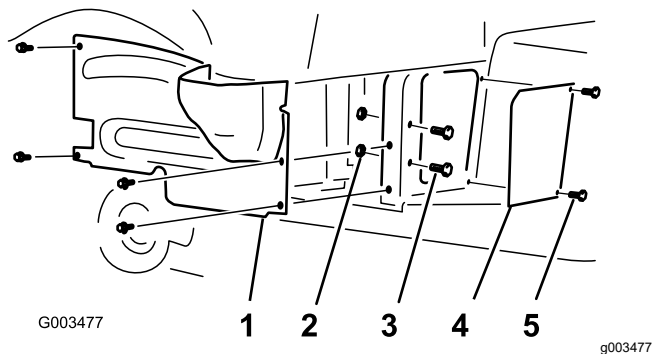

Figura 1
2. Rimuovete le 4 viti a testa flangiata che fissano la copertura della ruota destra al telaio (**Figura 1**).
4. Rimuovete le 2 viti, i 2 bulloni, le 2 rondelle e i 2 dadi che fissano il pannello schermante al telaio e conservate le rondelle per il successivo montaggio (**Figura 1**).